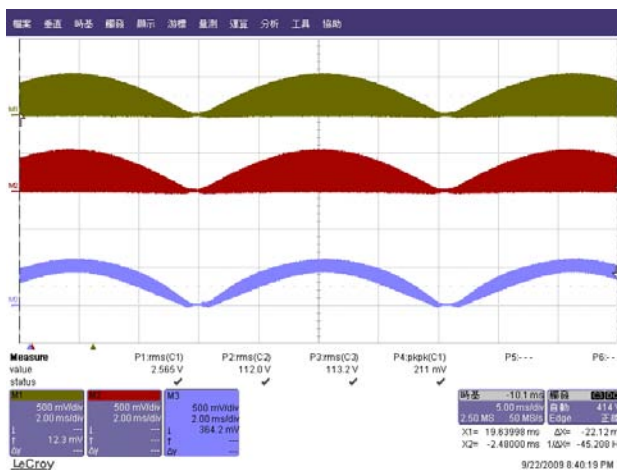
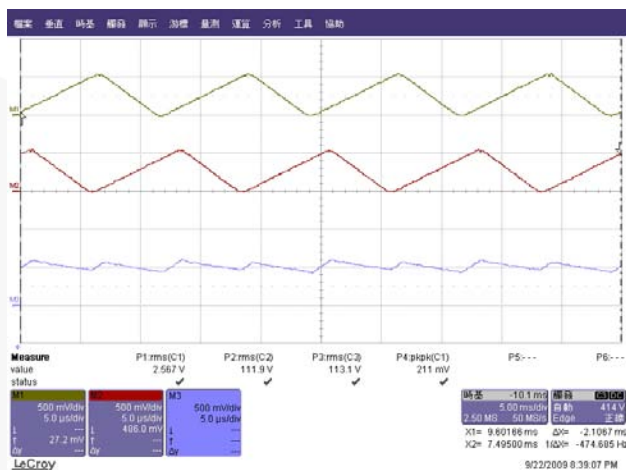

图 11. 115VAC / 60Hz (满载)
图 12. 115VAC / 60Hz (满载)
4. 图 11和图 12分别显示线路电压为115VAC时以及满载条件下两个电感的电流及两者之和。这两个电感的电流相加后，纹波电流相对较小，这是因为交错工作时纹波相消。